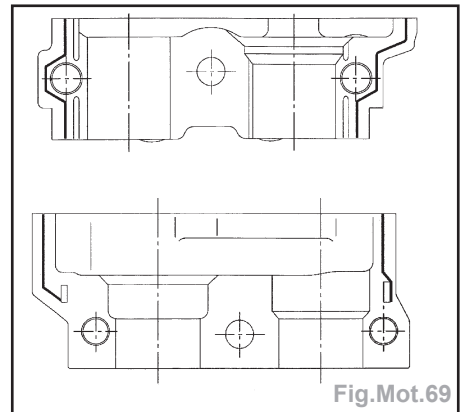

Fig.Mot.69
- Déposer des cordons de **Three bond** d'une largeur de 0,8 à 1,2 mm sur les paliers 1 et 4 des arbres à cames (Fig.Mot.69).